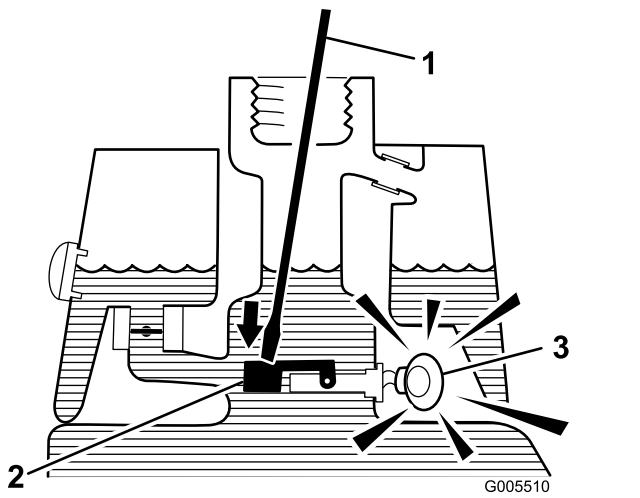

图41
- 将干净的支杆或螺丝刀插入油箱颈然后轻轻地向下推至浮动开关上图41经过 1 秒钟的延迟后警报响起。